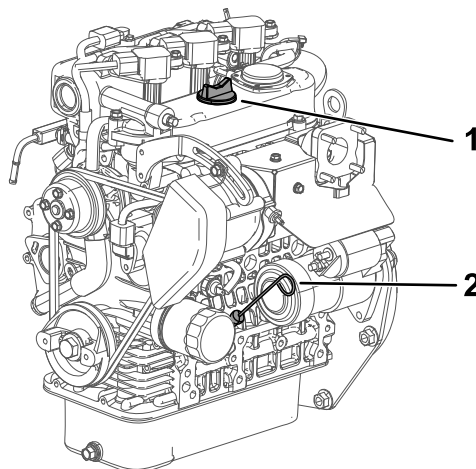

Figura 15
2. Togliete l'asta di livello ed asciugatela con un panno pulito (Figura 15).
3. Inserite l'asta di livello nel tubo e verificate che sia inserita a fondo (Figura 15).
4. Rimuovetela e controllate il livello dell'olio (Figura 15).
5. Se il livello dell'olio è basso, togliete il tappo di rifornimento (Figura 15) e versate dell'olio fino a portarne il livello alla tacca Full sull'asta.
6. Rimontate saldamente l'asta di livello (Figura 15).